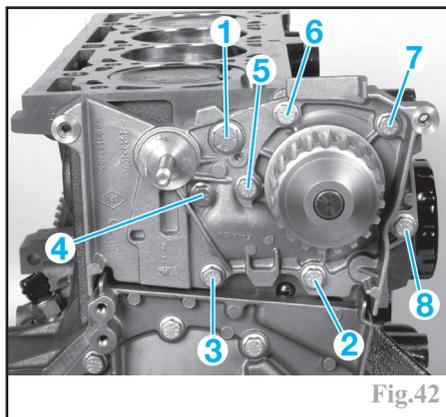

Fig.42
-serrer les vis de fixation de la pompe à eau en respectant l'ordre et les couples de serrage prescrits, après avoir appliqué une goutte de produit frein filet moyen et étanch (par exemple **Loctite Frenétanch**) sur le filetage des vis (1) et (4) (Fig.42).